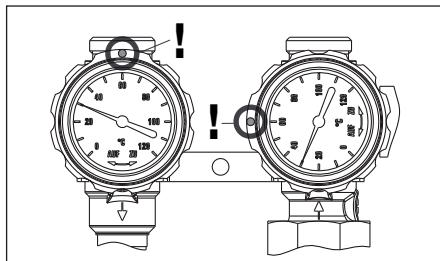

Abb. 6.14 Kugelhahnstellung Befüllen
- Stellen Sie die Kugelhähne der Solarstation jeweils in die Position wie in Abb. 6.14 abgebildet (Winkelstellung des Thermometergriffes im Vorlauf: 0°, Rücklauf: 90°)